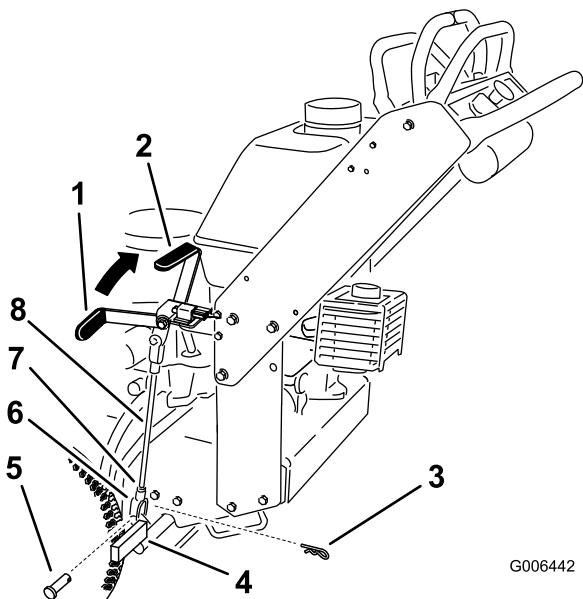

Figura 38
Nota: Cuando el freno está puesto, la palanca de freno debe estar en la posición de la 1 (Figura 38).
5. Afloje las contratueras superior e inferior (Figura 38).
6. Para ajustar el freno, retire el pasador de horquilla y el pasador de la palanca de freno inferior (Figura 38).
7. Gire la varilla del freno en las horquillas. Para apretar el freno, aumenta la distancia entre las horquillas. Para aflojar el freno, reduzca la distancia entre las horquillas (Figura 38).
8. Fije la horquilla a la palanca de freno inferior con el pasador de horquilla y el pasador (Figura 38).
9. Apriete las contratuercas superior e inferior (Figura 38).